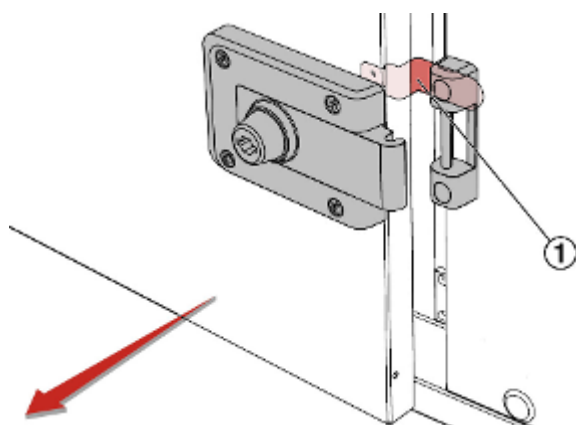

Fig. 51 : Loquet de sécurité
3. ▶ Ouvrir avec précaution la trappe de visite jusqu'à ce que le loquet de sécurité arrive en butée (Fig. 51 /1).